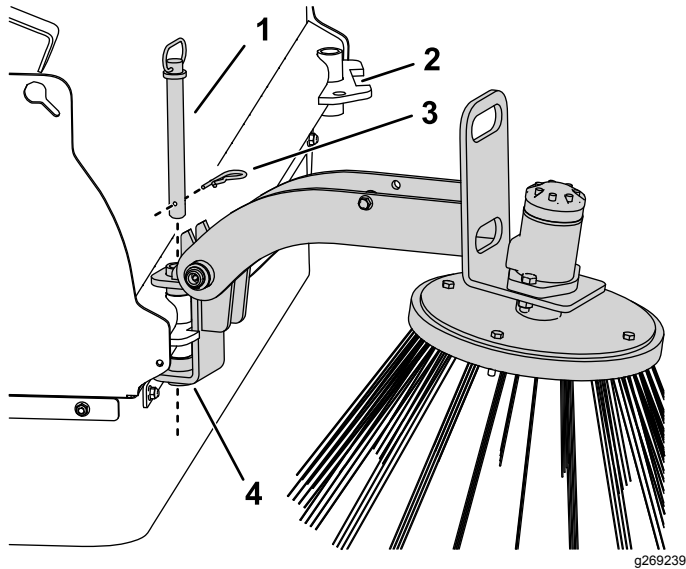

Figure 3
- Montez la brosse de voirie du côté voulu de la balayeuse et insérez la goupille d'attelage dans les trous du support (Figure 3).